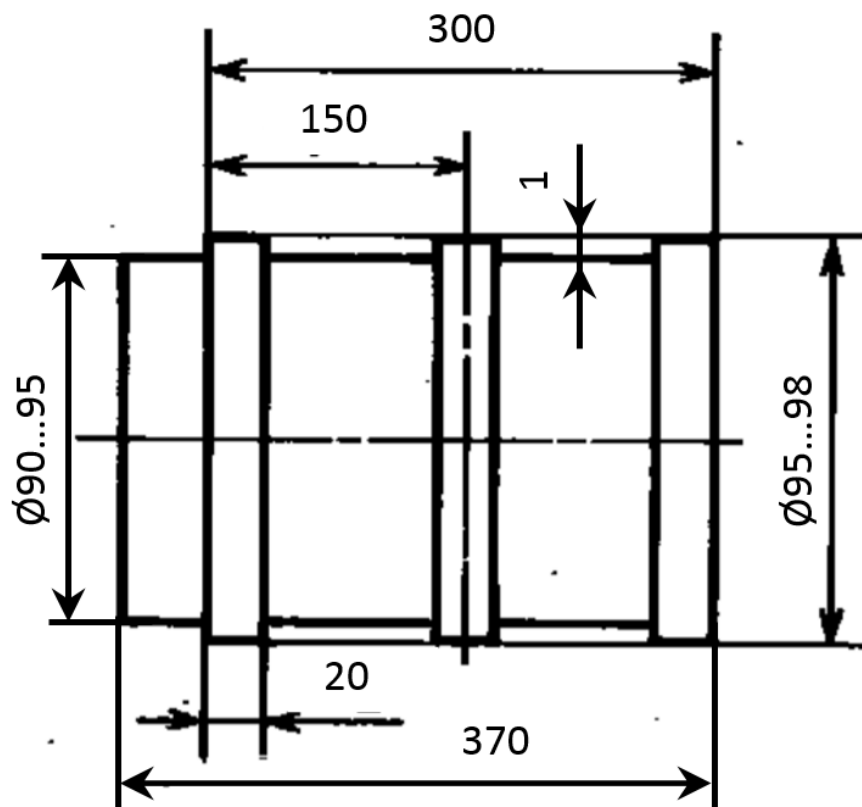

Рис.1 Эскиз Образца-изделия
1. Из заготовки (См. Подраздел 5.1) на станке изготовить Образец-изделие в соответствии с Рис.1